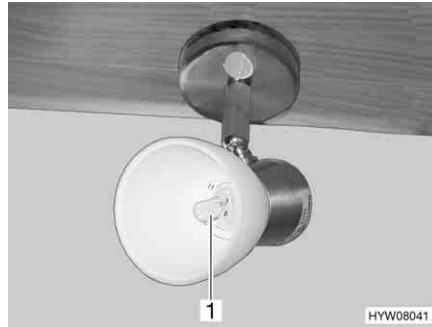

Fig. 135 Faretto alogeno
- Togliere la lampada alogena ad incandescenza (Fig. 135,1) dal supporto, tirandola in avanti.